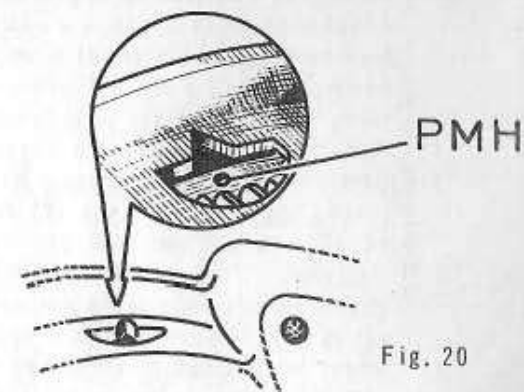

Fig. 20
(Fig. 20 et 21)
Mettre le volant au Point Mort Haut (coup de pointeau dans l'axe de la fenêtre du carter) (Fig. 20). L'immobiliser avec le doigt d'arrêt Wilmonda DAT. Placer l'appareil Wilmonda DEQ (1) sur le boîtier des commandes auxiliaires, le bouton (4) étant dévissé jusqu'à permettre la rotation libre de l'index. Engager le tournevis (5) de l'appareil dans la fente d'entraînement de l'arbre. Si nécessaire modifier la position du tournevis en déplaçant l'index (3). Poser la vis (2) de fixation de la plaquette.